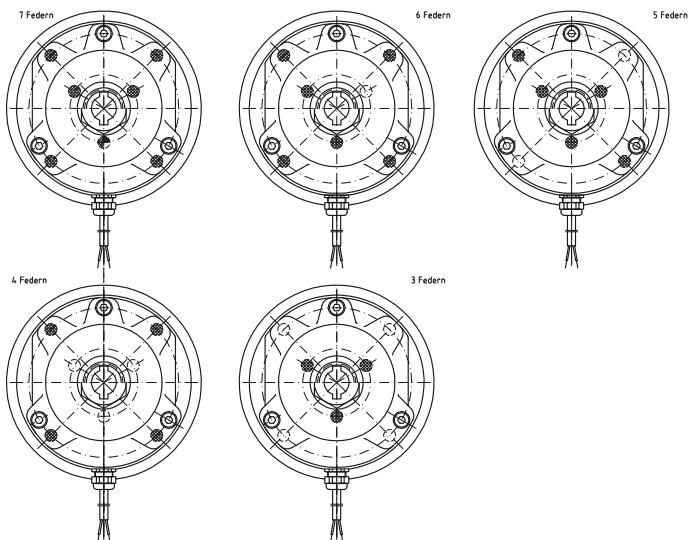
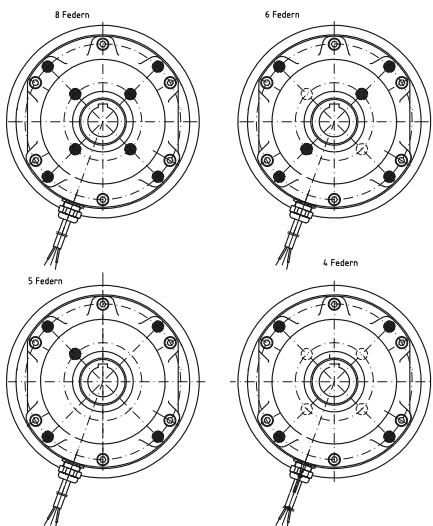

Bild 7.1 Anordnung der Federn – Federkraftbremsen ES(X)010A...ES(X)200A
Bild 7.2 Anordnung der Federn - Federkraftbremse ES(X)250A
Durch unterschiedliche Federbestückung (siehe Bild 7.1) im Magnetkörper (Pos. 1) können unterschiedliche Bremsmomente erzielt werden (siehe Technische Daten der Bremsen).
- Einlegen des neuen Druckfegersatzes – bei der Anordnung Bild 7.1 und Bild 7.2 beachten